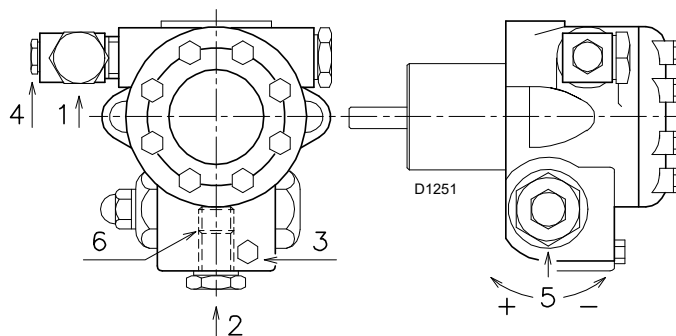

Fig. 21
- Perché la pompa possa autoinnescarsi è indispensabile allentare la vite 3) della pompa, (vedi Fig. 21), per sfatare l'aria contenuta nel tubo di aspirazione.
- Quando il gasolio fuoriesce dalla vite 3)(Fig. 21) la pompa è innescata. Fermare il bruciatore: interruttore 1)(Fig. 29, a pag. 24) in posizione "OFF" ed avvitare la vite 3).